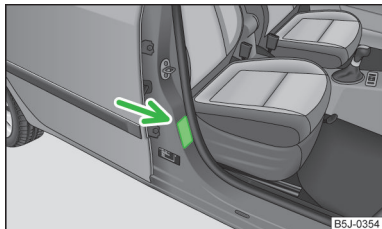

Fig. 13
- Pe stâlpul B, pe partea pasagerului față » fig. 13. Eticheta poate fi observată după deschiderea portierei pasagerului față.